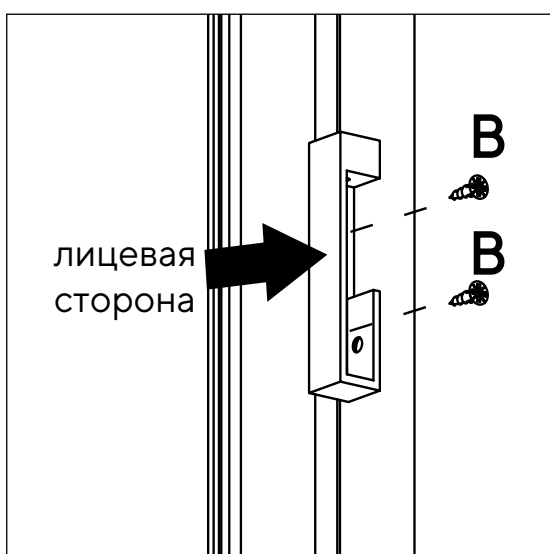
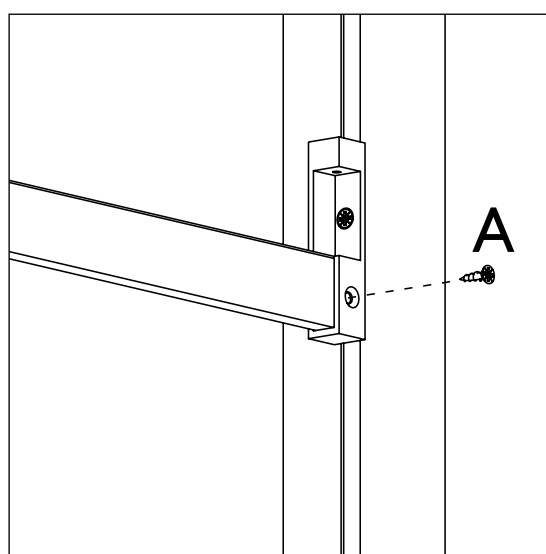

РИС. 12
РИС. 13
Закрепите держатели штанги через монтажные планки SPC-03 при помощи саморезов (B) 3x13 в основные профили SPC-08 Рис. 12. Установите штангу и зафиксируйте её при помощи саморезов (A) 3x9 Рис. 13